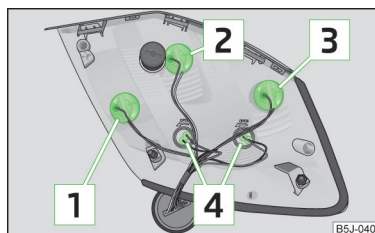

Fig. 163
Disposition des ampoules » fig. 163.
- Pour remplacer l'ampoule, faites tourner la douille de l'ampoule jusqu'en butée **dans le sens antihoraire** et retirez-la du boîtier » fig. 163.